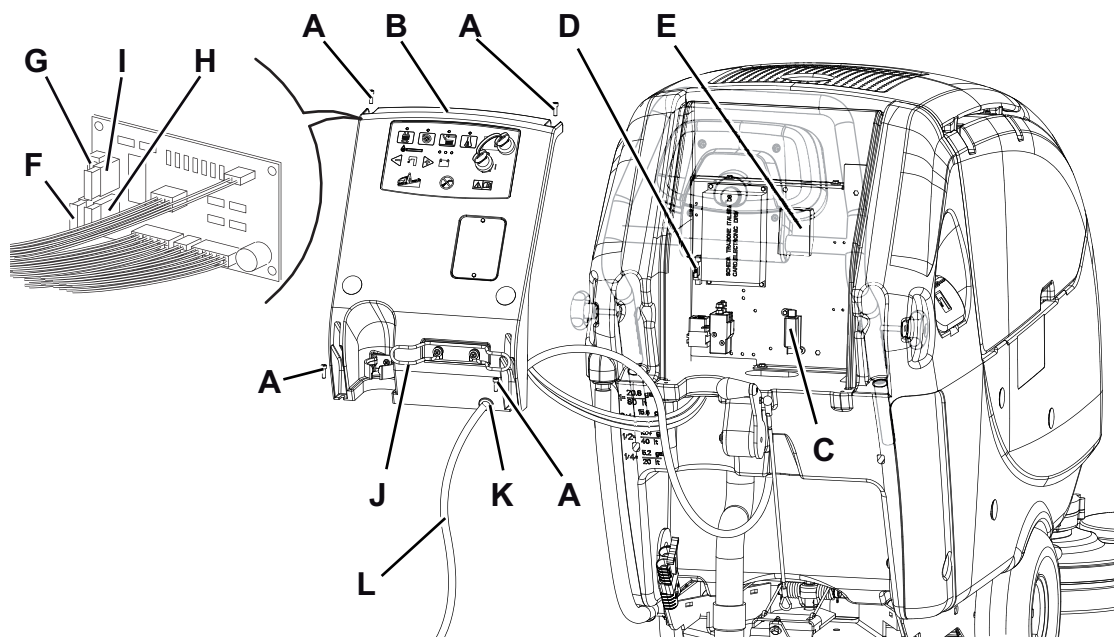

Figure 9
1. Débrancher le connecteur (12) des batteries.
2. Déplacer le tuyau de vidange de l'eau de récupération (16).
3. Si équipé, déposer le câble (L, Fig. 9) du chargeur de batterie du logement (J).
4. Déposer les vis (A) et déplacer le tableau (B) avec soin en dégageant la bague en caoutchouc (K) de son logement dans le tableau (B).
- (A): Fusible F1, tête porte-brosses : (50 A)
- (B): Fusible F2, système d'aspiration : (30 A)
- (C): Fusible F3, système de traction : (60 A)
- (D): Fusible F4, circuits de signaux : (3 A)
- (E): Fusible F5, déclenchement broches / plateaux support disque : (20 A)
- (F): Fusible F6, pompes : (3 A)
- (G): Fusible F7, actionneur : (10 A)